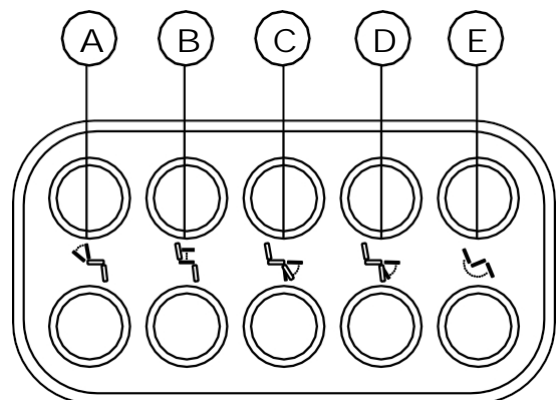

Fig. 5.16. Tastiera LiNX.
È possibile azionare i poggiatesta a compensazione della lunghezza (D) e la funzione di inclinazione elettrica del sedile (E), vedi Fig. 5.16. La tastiera LiNX è montata tra l'unità di comando e il bracciolo.